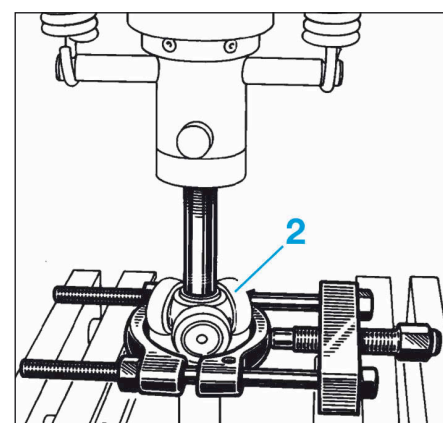

FIG.3
- le tripode (2) à l'aide d'une presse, en prenant appui sur un extracteur (Fig.3),